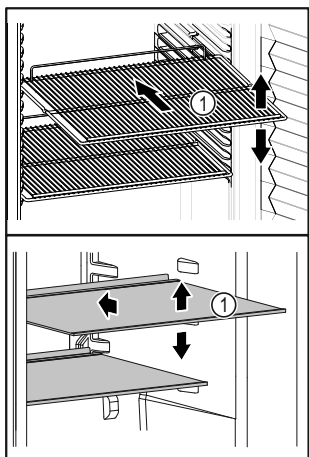

Fig. 62 Beispielfhafte Darstellung
- ❑ Wenn Ablageflächen Fig. 62 (1) versetzbar sind, Ablageflächen je nach Höhe anpassen.